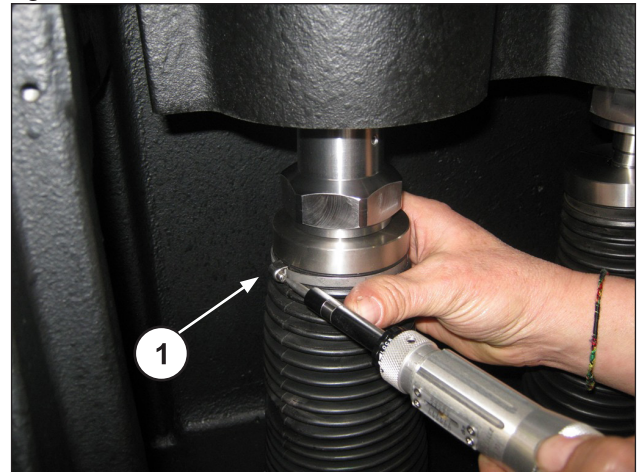

Fig. 164
O reposicionamento do fole na proteção contra respingos na braçadeira que fixa o fole neste último, que será executado depois de ter montado o cabeçote e **fixado o pistão** (pos. ①, Fig. 164).